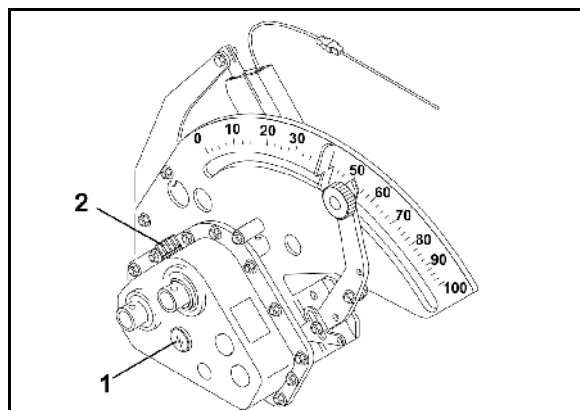

Fig. 34
2. Der Ölspiegel muss im Ölauge (Fig. 34/1) sichtbar sein.
6. Das Variogetriebe durch den Öleinfüllstutzen (Fig. 34/2) bis zum Ölauge (Fig. 34/1) mit Getriebeöl befüllen.
7. Öleinfüllstutzen nach dem Befüllen mit der Kappe (Fig. 34/2) verschließen.